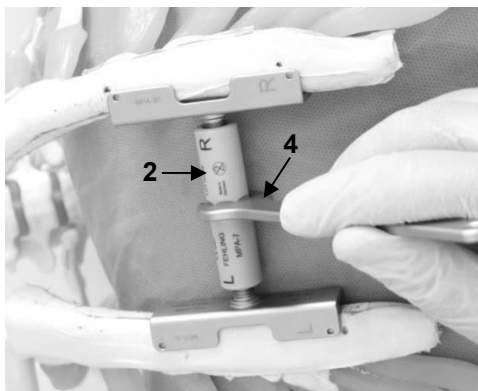

Abb. 9
Die Öffnungsweite des Sternums den chirurgischen Erfordernissen anpassen. Durch die Rotation der PEEK-Mutter (1) mit dem Gabelschlüssel (2) (siehe Abschnitt 8) *Erforderliches Zubehör*) wird der Abstand der Sternumblätter variiert (Abb. 9).